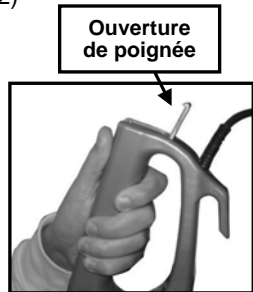
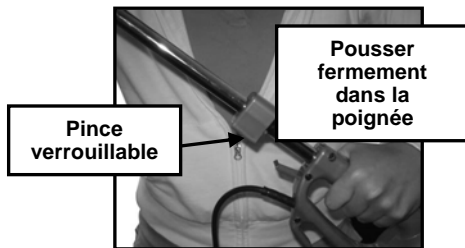

Fig. 1
Fig. 2
- Sur la poignée de l'aspirateur à main, ouvrir et tirer la poignée (Fig. 1) et insérer le tube de rallonge jusqu'à ce que la pince de verrouillage soit entrée fermement sur la poignée. (Fig. 2)